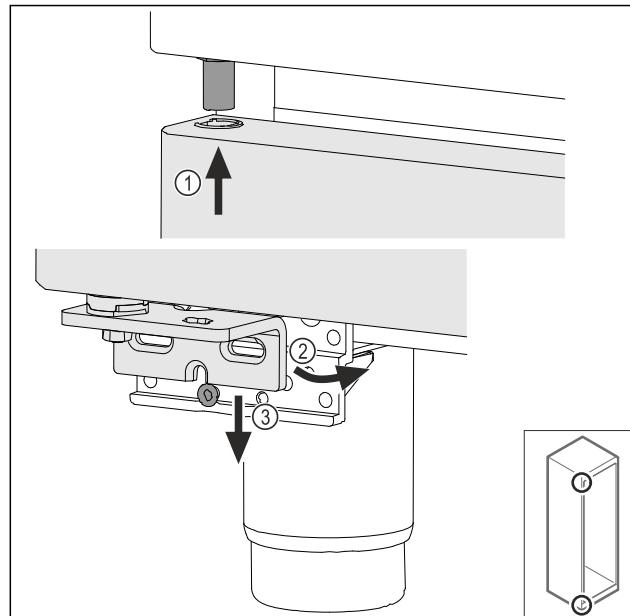

Fig. 70
- Ievadiet augšā durvis mazliet sagāztā veidā Fig. 70 (1), nolīmenojiet durvis taisni Fig. 70 (2) un uzlieciet apakšā uz gultna balsta skrūves Fig. 70 (3).